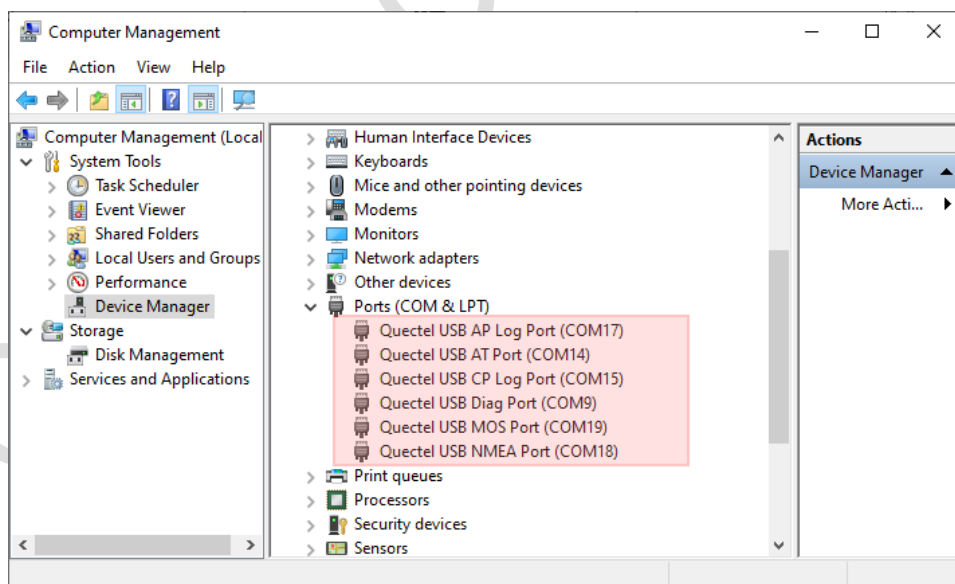

图 6：安装 4G 模组驱动
安装完毕后，连接 UniKnect Gen1 Pro 的 ④ 4G 模组 USB 接口至 PC，开机后设备管理器中枚举出如图 6 所示端口，则说明安装成功。